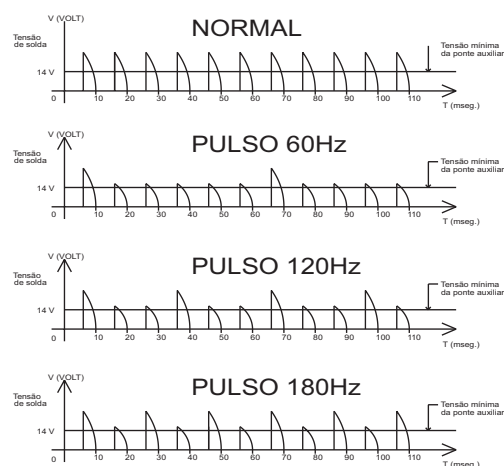

Figura 1
* *Modo Pulsado:* quando a chave estiver ligada na posição "Pulsado". No modo pulsado, existem três possibilidades de ajuste da frequência do pulso - 60Hz, 120Hz e 180Hz. O potenciômetro de ajuste de tensão de pico estará operacional e poderá ser ajustado antes ou durante a operação. A figura 1 mostra os modos de operação do equipamento.